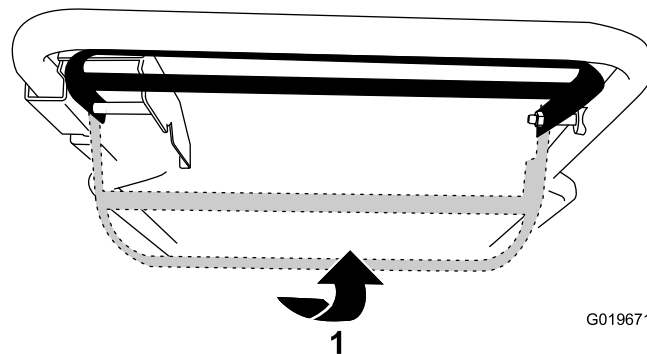

Figure 18
- Pour utiliser l'autopropulsion sans engager les lames, relevez la barre de commande contre le guidon (Figure 18).